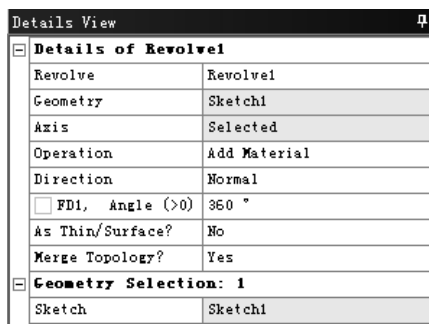

图 3.12.4 “Details View”对话框
(2) 在工具条中单击 **Revolve** 按钮 ，弹出图 3.12.4 所示的“Details View”对话框。使用草图 1 作为截面，定义水平轴线为旋转轴，单击工具条中的 **Generate** 按钮 ，完成旋转特征 1。